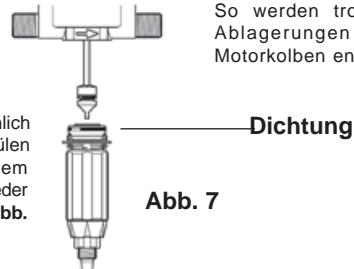

Abb. 7
- 1 - Wenn Sie lösliche Mittel zur Herstellung Ihrer Lösung verwenden, so wird empfohlen, das ganze Dosierteil regelmäßig abzubauen (siehe § REINIGUNG DES ANSAUGVENTILS, § AUSWECHSELN DICHTUNGEN DES DOSIERTEILS), die Elemente mit reichlich klarem Wasser zu spülen und nach vorherigem Einfetten der Dichtung wieder zusammenzumontieren (Abb. 7).